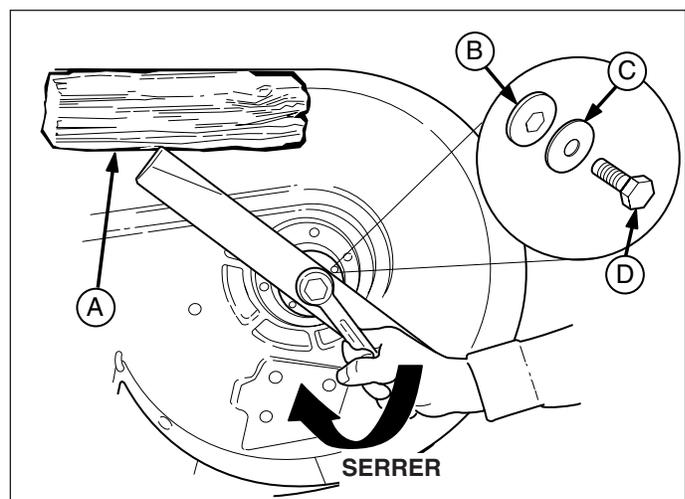

Figure 19. Installation de la lame
6. Remonter les lames avec les languettes dirigées vers le carter du plateau de coupe, comme illustré à la Figure 19. Les fixer avec un boulon, une rondelle élastique et une rondelle hexagonale (s'assurer que la rondelle hexagonale est alignée sur les pans de l'arbre). Bloquer la lame avec une cale en bois pour l'empêcher de tourner et serrer les boulons à 61-75 N.m.